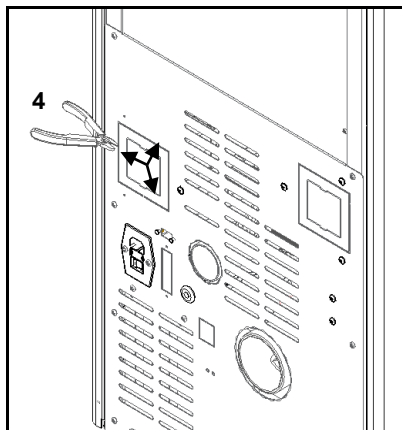

Figura 20 - Remoção tampa posterior salamandra
g) Na parte posterior do equipamento remover a tampa assinalada na Figura 20, cortando nas zonas assinaladas com um alicate de corte (4).